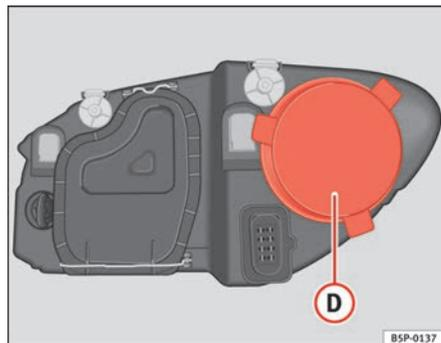

Fig. 185 Feu de croisement
- Retirez le cache ⇒ fig. 185 **D** en tirant dessus.